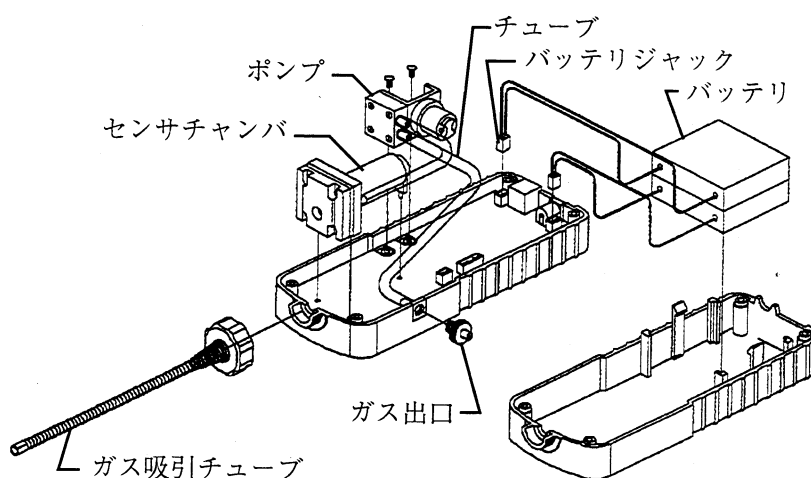
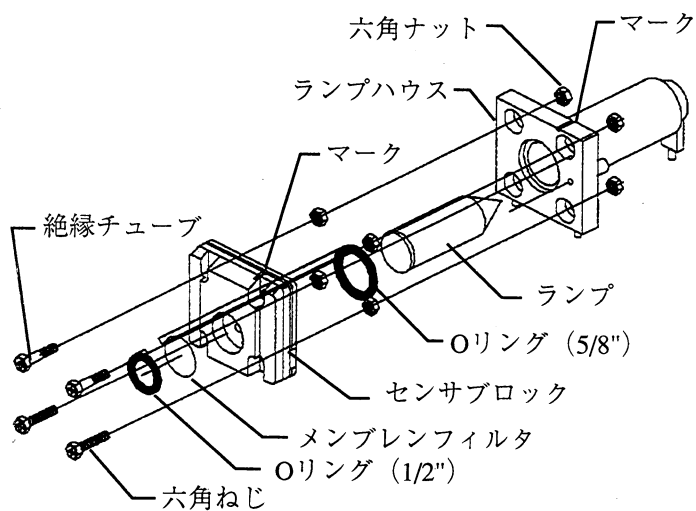

図8.1 VM76の主要コンポーネント
図8.2 センサチャンバのアセンブリ
保守が必要になったとき、次の要領で図8.1のように分解してください。
- (1) 電源を切ります。
- (2) 図8.1を参考に、ガス吸引チューブを回して外します。次に背面ハウジングケースを止めている4つのネジを外します。
- (3) 本器には2つのバッテリーがあります。最上部カバーのバッテリージャックから1つバッテリーを外し、満充電したバッテリーを差し込みます。最初のバッテリーを交換後、次のバッテリーを交換します。両方のバッテリーを同時に外すと、時間情報が消去されるため、バッテリーをインストール後、時計を再プログラムする必要があります。（時計のプログラム方法は3.9項をご参照ください。）
- (4) 本体にしっかりとバッテリープラグが接続されていることを確認します。
- (5) 本体のカバーを閉じ、ネジを締めます。
センサチャンバは4つの主要コンポーネントから構成されております。（図8.2参照）
- (1) 本器の電源を切ります。
- (2) 図8.1を参考に、ガス吸引チューブを外します。次に背面ハウジングケースを止めている4つのネジを外します。上部ハウジングケースのプリント板からチャンバを注意して引き出して、センサチャンバを外します。
- (3) 図8.2を参考に、ランプケースの背面から4つの六角ナットを注意して外します。ランプとOリングを外し、フロントカバーの丸穴内にあるメンブレンフィルタと小さなOリングを除きます。
- (4) センサブロックを無水メタノールで洗浄し、次に水で完全に洗い流します。このとき、センサブロックを3分間以上超音波洗浄にかけることを推奨いたします。
- (5) センサブロックが完全に乾いてから再組立をしてください。湿ったセンサブロックはリークやセンサ故障の原因となります。センサブロックに乾燥した風をあてるか、5分から10分間75℃で乾燥して完全に乾かしてください。
- (6) メンブレンフィルタおよびOリングをセンサブロックの前面の穴に戻します。
- (7) 図8.2を参考に、最初にランプをOリングに差し込みます。Oリングと一緒にランプハウジングにランプを押し込み、洗浄したセンサブロックをランプケースに4個の6角ナットで固定します。外部の4個の6角ナットを締める前に、内部の4個の6角ナットをしっかり締めてください。
- (8) 図8.1を参考に、センサチャンバをプリント板の3つの穴に挿し込みます。2本のタイゴンチューブがねじれたりセンサチャンバに絡まったりしないよう注意してください。
- (9) 本体のカバーを閉め、ガス吸引チューブを再び取り付けます。
- (2) 図8.1を参考に、ガス吸引チューブを回して外し、背面ハウジングケースを止めている4個のネジを外し、検出器のカバーを開けます。プリント板からセンサチャンバを外します。図8.2に従ってランプハウスからセンサを分解します。
- (3) ランプ平面窓の表面に接触しないようにランプをゆっくり引き出します。
- (4) ランプ平面窓の表面に接触しないようにして、洗浄または新しいランプに交換します。
- (5) センサブロックとランプハウスを組み立て、センサチャンバを元に戻します。検出器のカバーを閉め、ネジで締め、ガス吸引チューブを戻します。
- (2) 図8.1を参考に、ガス吸引チューブを外します。次に背面ハウジングケースを止めている4個のネジを外し、ケースを開けます。
- (3) 図8.1を参考に、カバーに取付けてあるポンプを抑えている2個のネジを外します。ポンプに接続しているタイゴンチューブを外します。この時各々どちらのチューブがポンプの出口と入口に接続していたかを確認しておいてください。ポンプからプリント板への電線を外し、ポンプを外します。
- (4) 新しいポンプを取付けてください。電線を接続し、ポンプに2本のタイゴンチューブを接続します。2個のネジで最上部カバーにポンプを締め付けます。この時2本のタイゴンチューブがねじれたりセンサモジュールに絡まったりしないよう注意してください。
- (5) ハウジングケースを閉め、4個のネジで締めつけます。
- (6) ガス吸引チューブを元に戻します。
- (7) 本器の電源を入れます。ポンプが始動するまで待ち、ガス吸引チューブから空気（大気）が吸引されているかどうかチェックします。プローブが密閉になっていれば、ガス吸引チューブの先端を指で封じた場合、ポンプ音が変化して吸引する力を感じます。